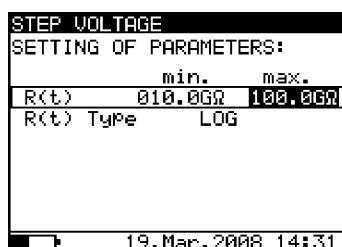

Рис. 27. Меню установок функции $R(t)$
- Нажмите клавишу **SELECT** для установки параметров **Graph R(t)**, как показано на Рис. 27. Для возврата в основное меню настроек функции **Step Voltage** нажмите клавишу **ESC**.